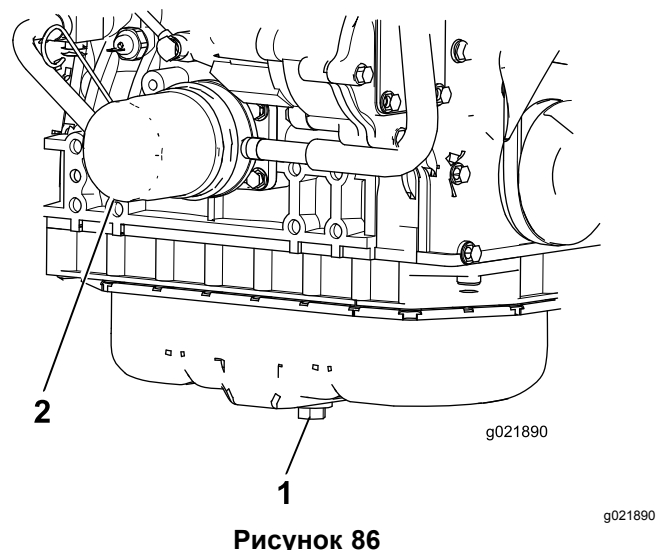

Рисунок 86
1. Снимите сливную пробку и дайте маслу стечь в сливную поддон (Рисунок 86).
3. Снимите масляный фильтр (Рисунок 86).